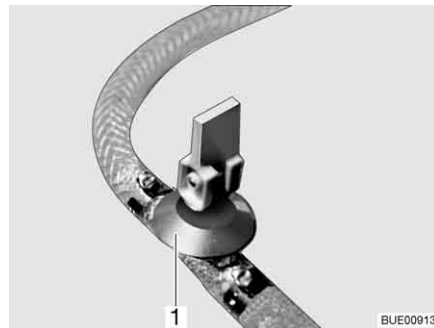
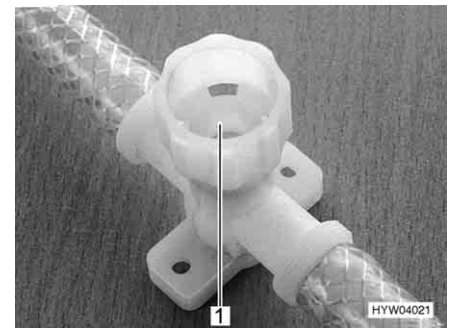

Fig. 241 Llave de desagüe (con balancín)
Fig. 242 Llave de desagüe (con tapa giratoria)
- Abrir todas las llaves de desagüe. Para esto, poner el balancín de la llave de desagüe (Fig. 241,1) en posición vertical o girar la tapa de la llave de desagüe (Fig. 242,1) en sentido contrario a las agujas del reloj.